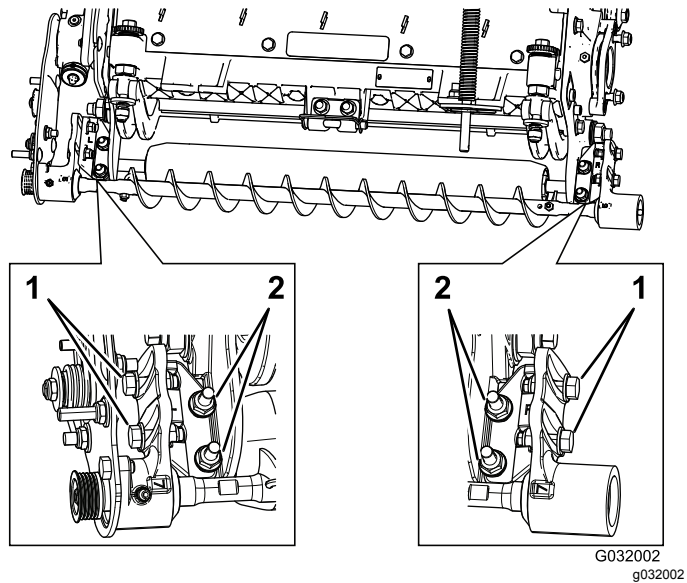

图11
- A. 松开将滚筒刷安装支架固定到滚刀组侧板上的2个凸缘锁紧螺母图11。
- B. 旋转滚筒刷轴承座直到滚筒刷侧板与滚刀组侧板保持平行图11。
- C. 拧紧将滚筒刷安装支架固定到滚刀组侧板上的2个凸缘锁紧螺母图11。
1. 松开将每个滚筒刷轴承座固定到滚筒刷安装支架上的2个螺栓图11。